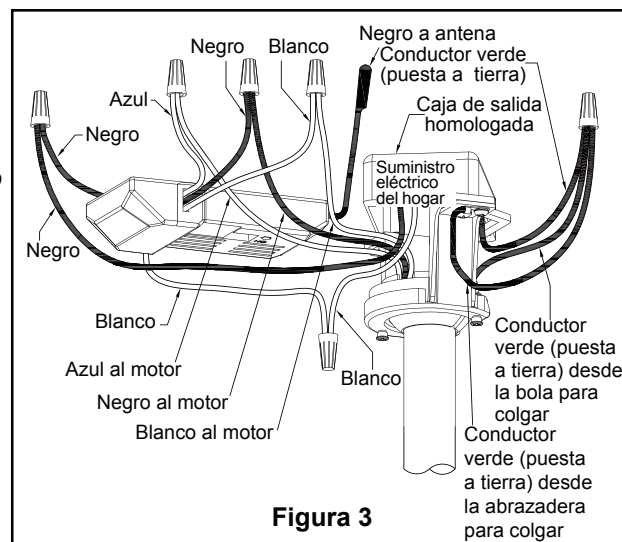

Figura 3
1. Conecte los conductores verdes de la abrazadera para colgar y la varilla al conductor desnudo (a tierra) con el conector de cables. Conecte el conductor negro de la unidad receptora marcado "AC IN L" al conductor negro de alimentación con el conector de cables. Conecte el conductor blanco de la unidad receptora marcado "AC IN N" al conductor blanco de alimentación con el conector de cables. Conecte el conductor blanco de la unidad receptora marcado "TO MOTOR N" al conductor blanco del ventilador con el conector de cables incluido con la unidad receptora. Conecte el conductor negro de la unidad receptora marcado "TO MOTOR L" al conductor negro del ventilador con el conector de cables que se adjunta con la unidad receptora. Finalmente, conecte el conductor azul de la unidad receptora al conductor azul de la iluminación del ventilador con el conector de cables que se adjunta con la unidad receptora. (Figura 3)